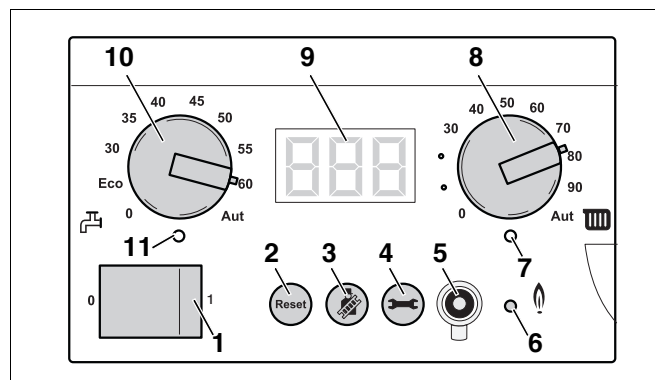

Рис. 85 Главный регулятор BC10
- Нажать кнопку "Трубочист" (рис. 85, поз. 3), чтобы завершить процедуру измерения. См. также таб. 9, "Тест дымовых газов", стр. 43.
- Выключить отопительную установку пусковым выключателем на главном регуляторе Logamatic BC10 (рис. 85, поз. 1).
- Включить отопительную установку пусковым выключателем на главном регуляторе Logamatic BC10 (рис. 85, поз. 1).
- Нажать кнопку "Трубочист" (рис. 85, поз. 3) и удерживать нажатой (примерно две секунды), пока справа внизу на дисплее не появится точка (рис. 85, поз. 9). См. также Таб. 9, "Тест дымовых газов", стр. 43.
- После того, как светодиод "Горелка" (рис. 85, поз. 6) загорится, подождать одну минуту, пока отопительный котел не достигнет своей полной нагрузки.